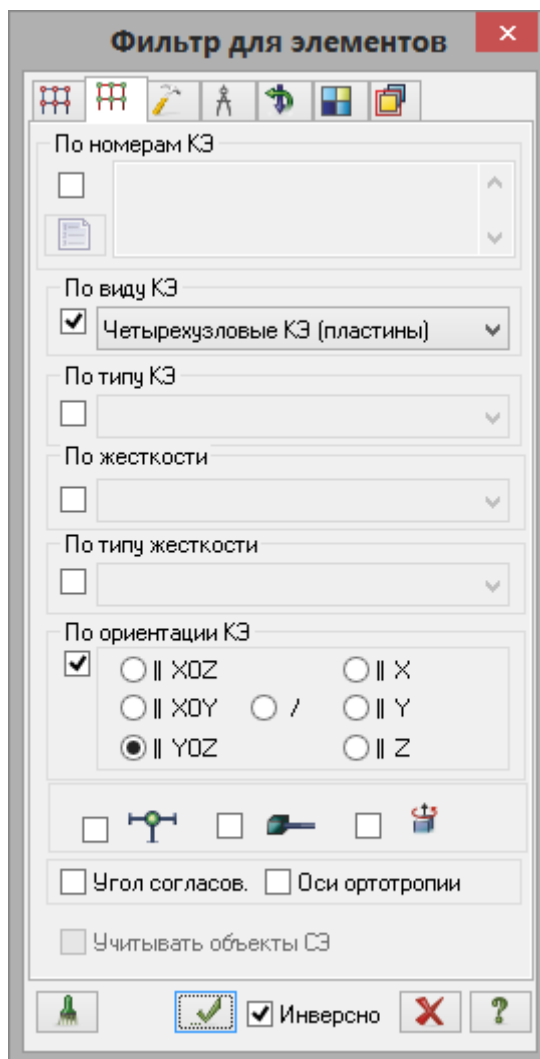

Рис.4.16. Диалоговое окно **Фильтр для элементов**
- В этом окне перейдите на вторую закладку **Фильтр для элементов** (рис.4.16).